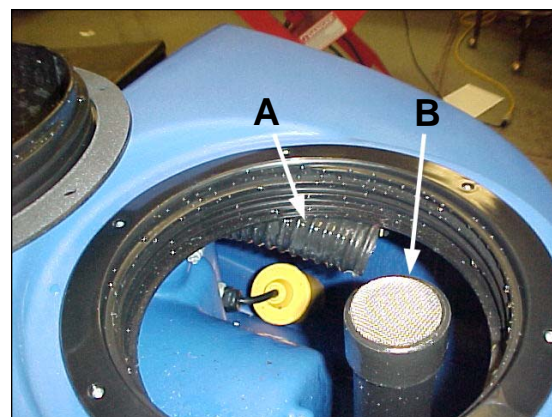

Figure 41
3. Flexible de récupération - Placez le tuyau d'arrosage dans le réservoir de récupération. Le tuyau de récupération se situe à l'arrière de la bague filetée (voir figure 41, A). **REMARQUE : Ne placez pas le flexible dans une entrée d'aspiration (voir figure 41, B) afin d'éviter tout endommagement.**